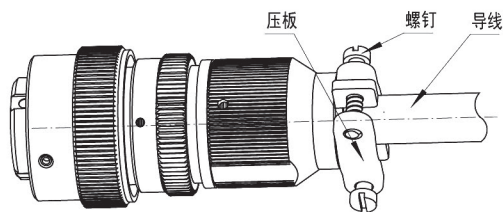

图2.10拧紧压板
3) 旋转螺钉, 使线夹夹紧导线, 防止导线脱出, 如图2.10